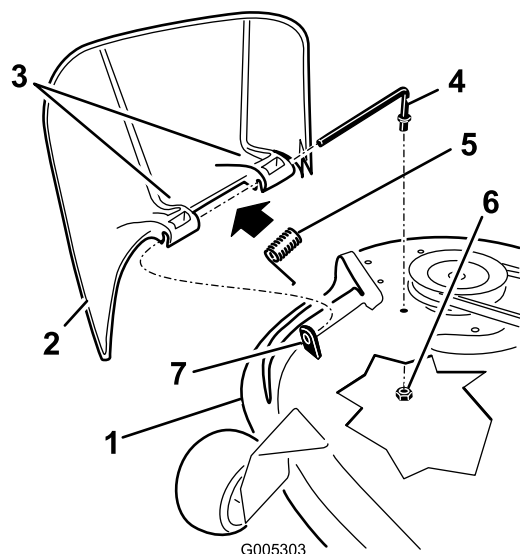

Figure 56
- Retirez l'écrou (3/8 po) de la tige, sous le tablier de coupe (Figure 56).
- Remettez en place le déflecteur d'herbe (Figure 56).
- Insérez la tige dans le deuxième support du déflecteur d'herbe (Figure 56).
- Fixez l'extrémité arrière de la tige dans le tablier de coupe à l'aide d'un écrou (3/8 po), comme montré à la Figure 56.
- Sortez la tige de la courte cheville de positionnement, du ressort et du déflecteur d'herbe (Figure 56).